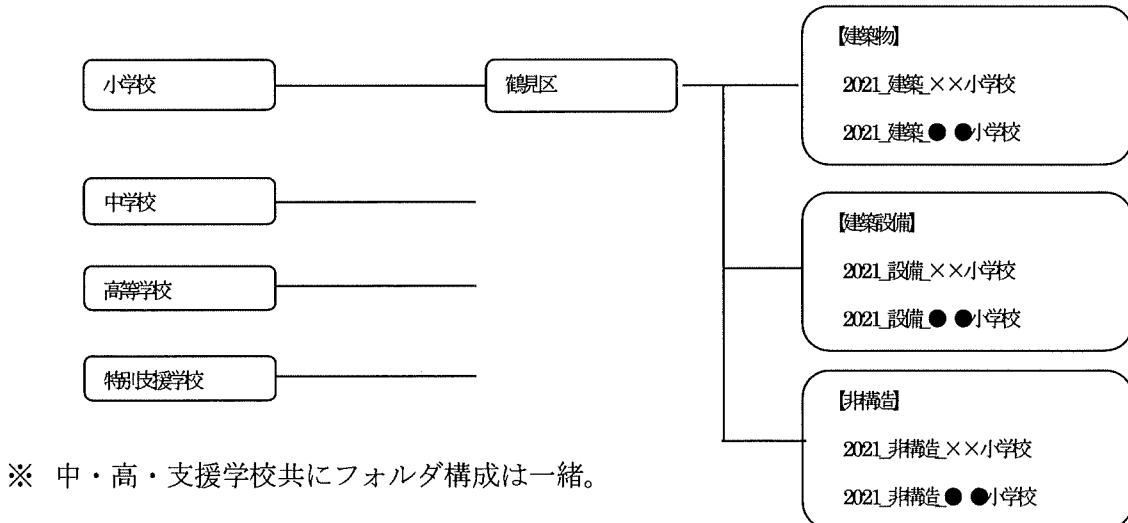

図1 12条点検報告書の電子データの構成
- (1) データのフォルダ構成は、図1のとおりとする。
- (2) 点検報告書のファイル名は、「2021_建築（又は設備）_学校名.」とする。（図1の③）
- (3) データのファイルはサイズが大きすぎないよう、適切なサイズにまとめる。
①小・中・高・支援学校フォルダ
②区別フォルダ
③学校別点検報告書